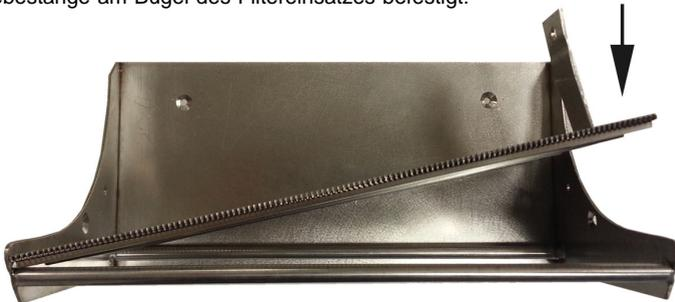

Bild 13
- Den Filtereinsatz zuerst auf der linken Seite in die Aufhängung / Arretierung des Filtergehäuses legen und dann auf der rechten Seite herunterdrücken, siehe Bild 13.